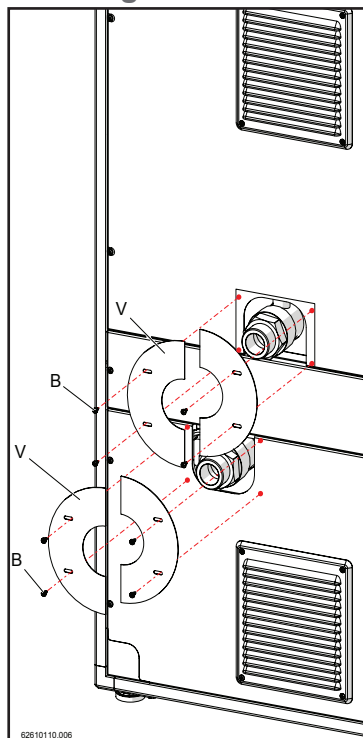

Figure 15-21
- 11.- Fixer les couvertures "V" avec les vis "B" ( figure 15-21 ).